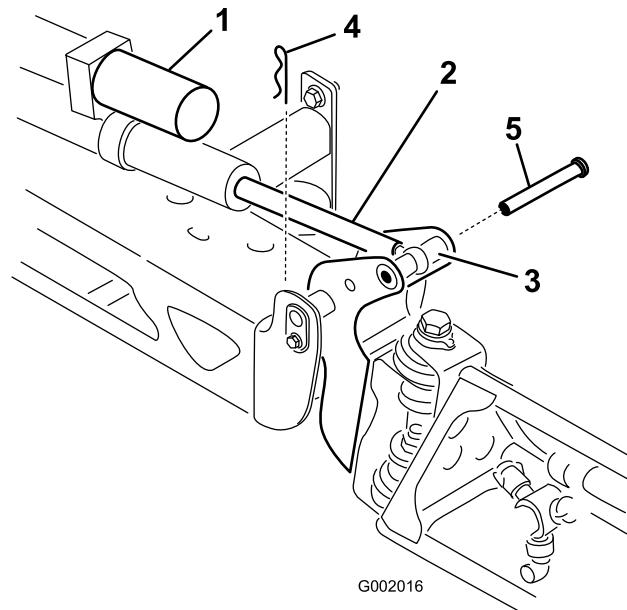

Bild 43
2. Nehmen Sie den Splint vom Lagerbolzen ab (Bild 43).
3. Heben Sie den Ausleger an und nehmen Sie den Stift ab (Bild 43). Senken Sie den Ausleger langsam auf den Boden ab.
Ausleger fest und stecken Sie den Stift durch das Scharnier des Auslegers und die Aktuatorstange (Bild 43).